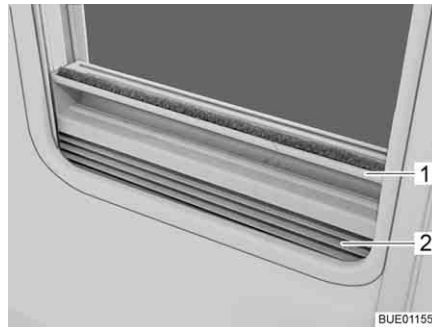

Bild 43 Plisségardin
- Ta tag i mitten på plisségardinens (Bild 43,2) list (Bild 43,1) och drag den nerifrån och upp och släpp loss den vid önskad höjd. Plisségardinens stannar på denna höjd.